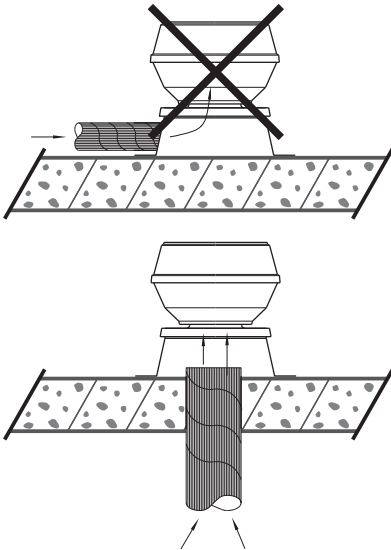

Abbildung 3
- Ein asymmetrischer Verlauf des Luftstroms ist zu vermeiden (siehe Abbildung 3).